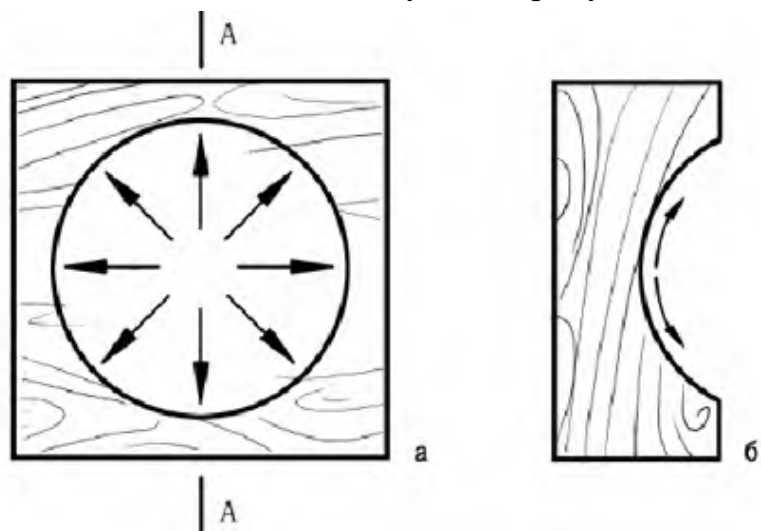
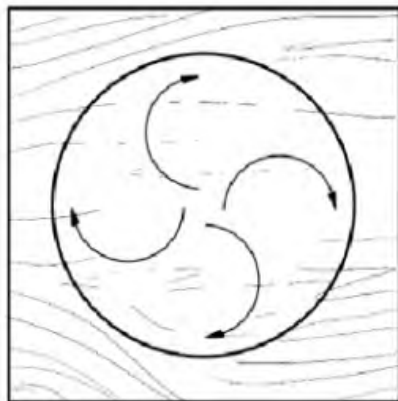

Рисунок 16 - Выполнение круглой вогнутой выемки на торце заготовки вторым способом (стрелками показано направление движения инструмента)
Рисунок 17 - Выполнение круглой вогнутой выемки на торце заготовки вторым способом изогнутыми линиями (стрелками показано направление движения инструмента)
2) второй способ (рисунок 16) - осуществляется другим инструментом – клюкарзой, при этом резьбу выполняют от центра к краям. Линии реза могут быть прямыми и несколько изогнутыми (рисунок 17);